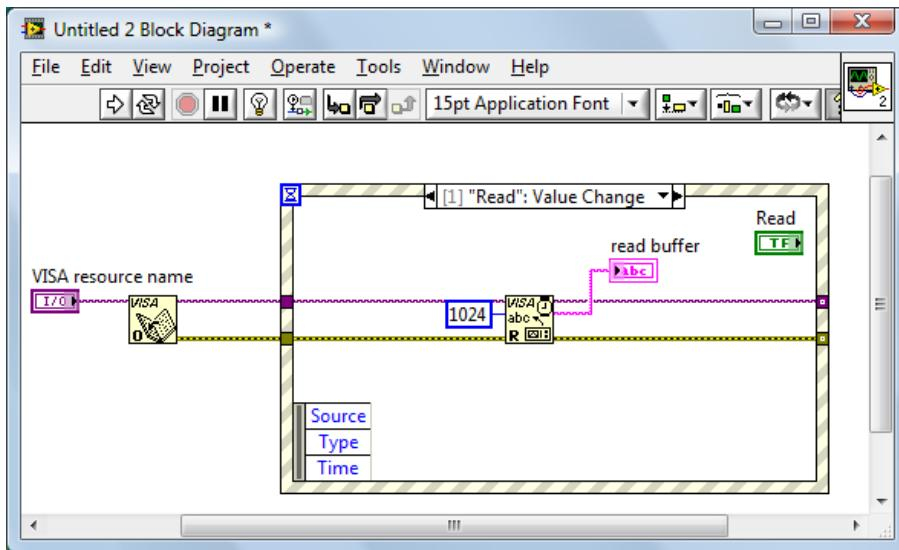

图 4-3-4
13. 连线 error 接线端，连线 VISA resource name 接线端。如图 4-3-4 所示。